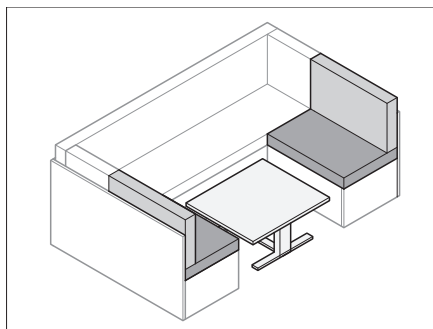

Bild 73 Bygga om bordet
- Bygg om bordet (Bild 73) till sängbotten (se avsnitt 7.8).